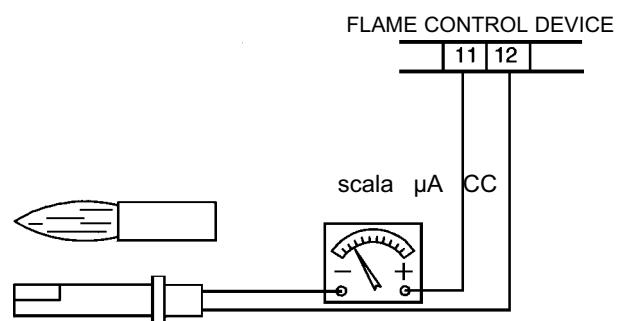

Fig. 10
- Examinati si curatati cu grijă detectoarele fotoelectrici de flacara si inlocuiti-l daca este necesar. In caz de dubiu, porniti arzatorul si verificati circuitul de detectie urmand procedura data in fig. 10 .
Pentru a masura curentul de detectie urmati schema din fig.10. Daca semnalul nu se afla in domeniul prescris , verificati contactele electrice , curatenia capului de ardere si pozitia corecta a celulei fotoelectricice ; daca este cazul , inlocuiti-o.